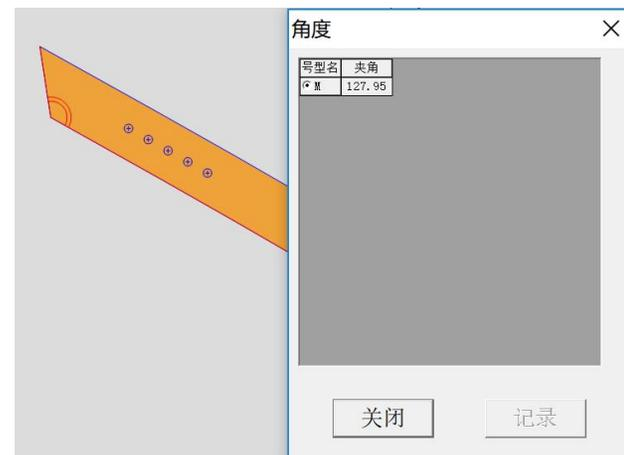

图 21.2
- (2) 测量两条线的夹角。框选或点选需要测量的两条线，击右键，弹出角度测量对话框，显示的角度为单击右键位置区域的夹角（如图 21.2）；